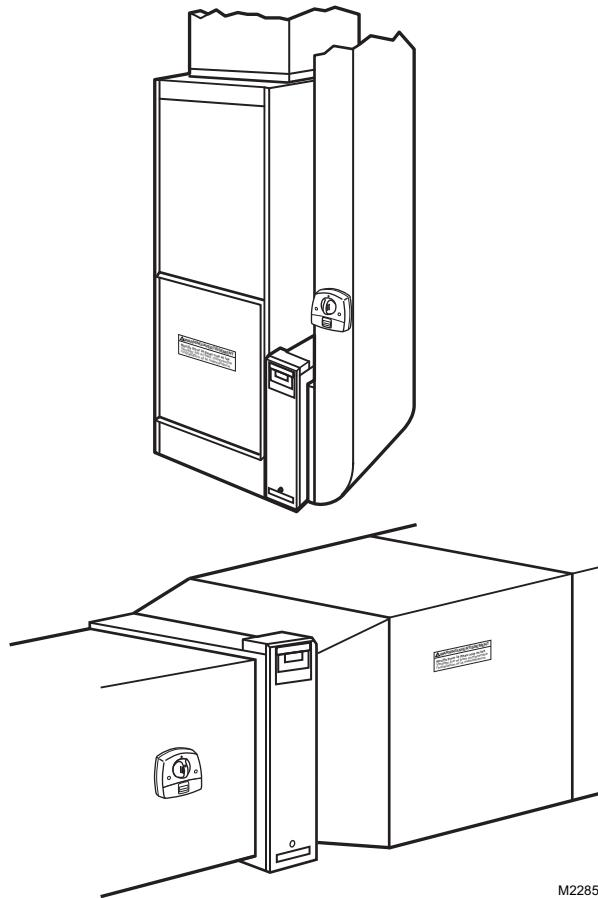

Fig. 1. Instalaciones típicas del sistema de tratamiento de aire.
Instalado en el conducto de aire de retorno del sistema, el sistema de tratamiento de aire ultravioleta elimina un alto porcentaje de gérmenes en el aire que circulan a través del sistema de calefacción y refrigeración de aire forzado. Los resultados individuales dependen de una instalación y mantenimiento cuidadosos, y de la cantidad real de tiempo que funciona el ventilador del sistema. Consulte la Fig. 1.
2. Determine la ubicación para la instalación (consulte la Fig. 1 y 2):